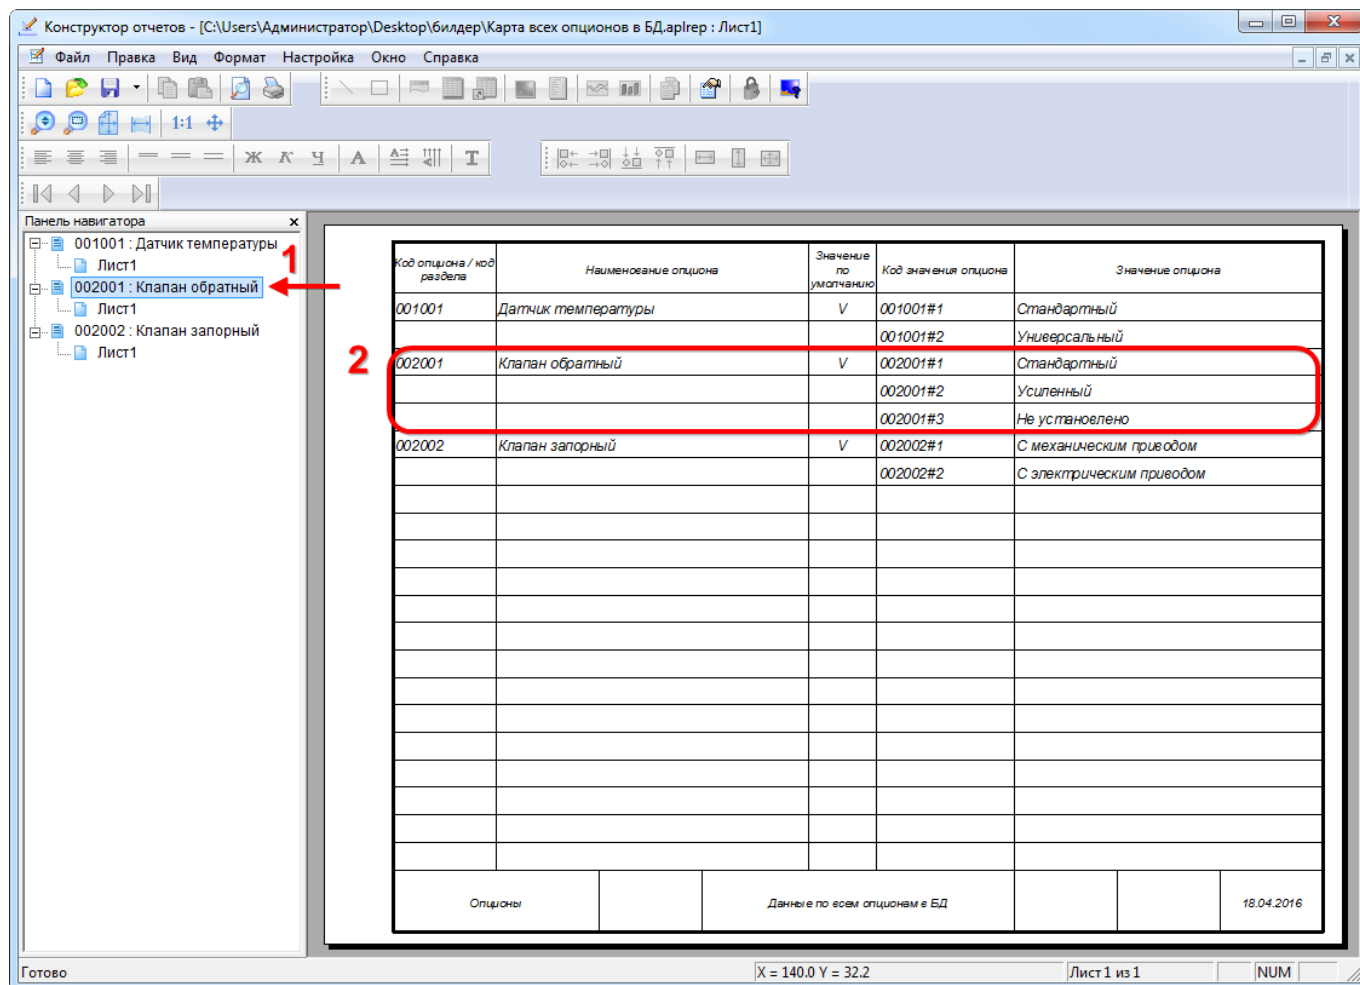

Рис. 10-161 – Отчет по карте опционов
5) При нажатии на кнопку «Да» в программе MS Excel откроется файл с отчетом (рис. 10-161).